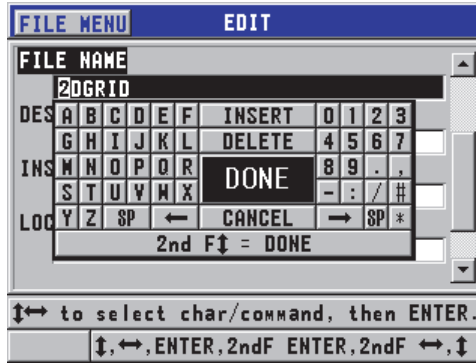

Figura 6-29 Inserindo novas informações no arquivo
2. Na tela **EDIT** (veja Figura 6-29 na página 123):